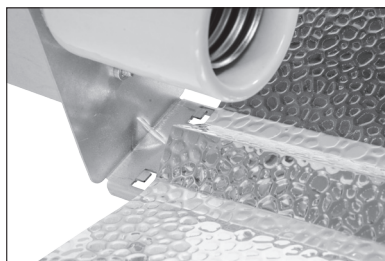

imagen 1
3. Para enganchar el ala de aluminio al soporte de montaje del reflector coloque el lateral que no presenta las dos pequeñas ranuras rectangulares de forma que se sostenga por las dos pequeñas pestañas ubicadas en el extremo del portalámparas del soporte de montaje, en cada lateral del divisor central en forma de V. (Véase imagen 1).